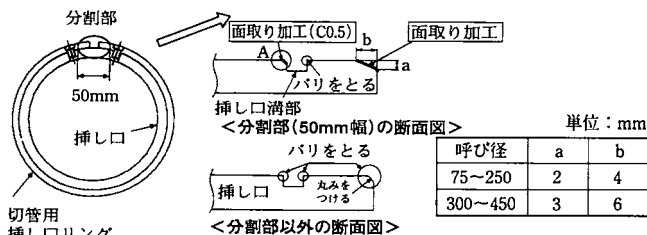

図55 挿し口のバリ取りおよび端面処理
- ③ やすりまたはグラインダなどを使用して、加工部に発生したバリを取り、挿し口端面に丸みをつける。また、図55のように、切管用挿し口リングの分割部が位置する箇所(幅50mm)の挿し口端面には、2×4mm(呼び径75～250)または3×6mm(呼び径300～450)の面取り、挿し口溝部(A部)にC0.5程度の面取りを行う。
**注意** 切管用挿し口リングの分割部が位置する箇所の挿し口端面には、必ず図55に示す面取りを行ってください。面取りが不十分な場合、ゴム輪に傷がつき漏水する恐れがあります。
- (6) 挿し口加工した部分は、ダクトイル鉄管切管鉄部用塗料で塗装する。